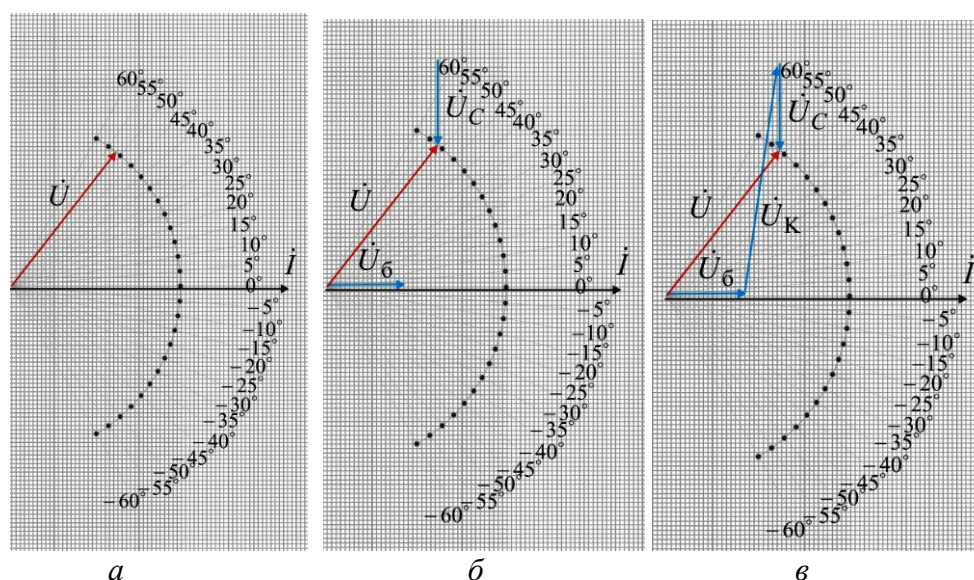

Рис. 11. Порядок построения векторной диаграммы
Пример построения векторной диаграммы показан на рис. 11:
- отложите под углом φ вектор входного напряжения \dot{U} (рис. 11, а);
- отложите вектор \dot{U}_6 по направлению тока \dot{I} , а вектор \dot{U}_C отстающим от тока на 90° так, чтобы стрелки векторов \dot{U} и \dot{U}_C сходились в одной точке (рис. 11, б);
- дополните систему векторов вектором \dot{U}_K так, чтобы выполнялось уравнение $\dot{U} = \dot{U}_6 + \dot{U}_K + \dot{U}_C$ (рис. 11, в).